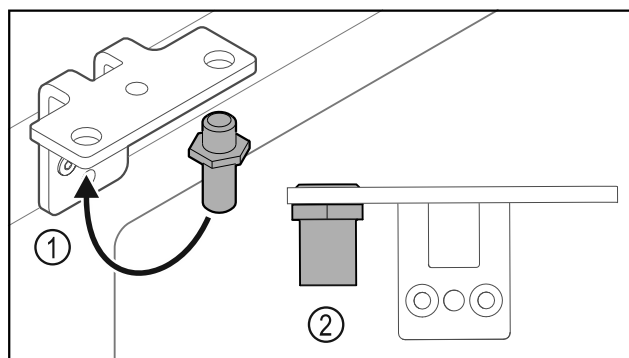

Fig. 34
- Bouten Fig. 34 (1) naar de scharnierhoek verplaatsen.
- Bouten Fig. 34 (2) met **aanhaalmoment van 12 Nm** vastdraaien.